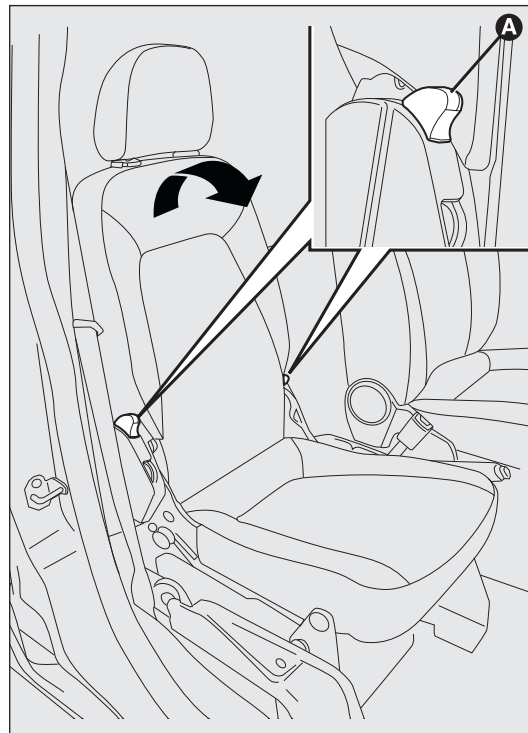

Рис. 22
- нажмите на рычаги А рис. 22 и откиньте спинку сиденья вперед в показанном стрелкой направлении;